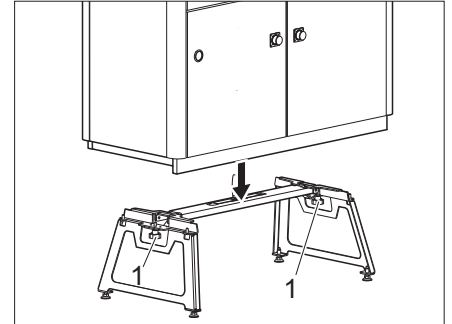

Figura 63 Colocar el bloque de cocina
- Coloque el bloque de cocina en el bastidor base incorporado (Figura 63).
- Asegure el bloque de cocina y el bastidor base con 2 tornillos de estrella (Figura 63,1).